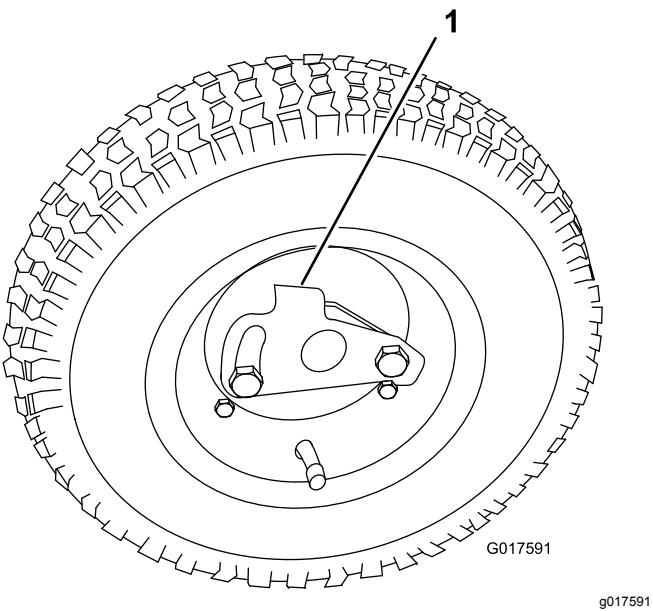

Рисунок 8
- Отведите стопор колеса в сторону от центра колеса, чтобы сдвинуть колесо дальше на вал (Рисунок 8).